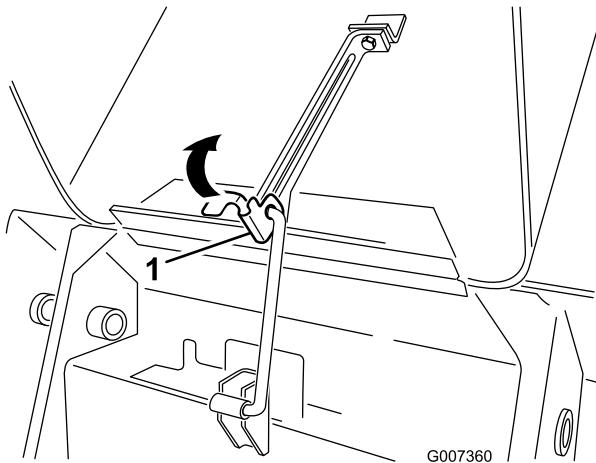

Рисунок 28
1. Приподнимите лапку, которая крепит опорную стойку (Рисунок 28)